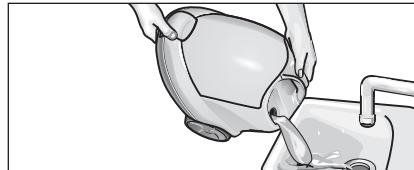

Fig. 12: Skylning af kedel
- Fyld kedlen med vand og ryst den kraftigt (dermed løsnes kalkrester, der er aflejret i bunden af kedlen). Hæld vandet ud ved at tiple aggregatet mod hjørnet med påfyldningstragten (se fig. 12).
- Hæld resten af vandet helt ud af kedlen (se fig. 12).